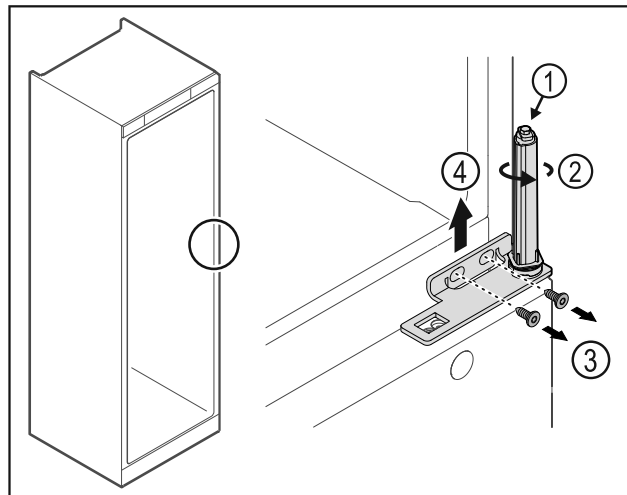

Fig. 34
- ▶ Ne pas désassembler le système de fermeture de la porte Fig. 34 (1).
- ▶ Tourner le système de fermeture Fig. 34 (2) jusqu'à entendre un clic.
- ▶ Desserrer les vis Fig. 34 (3) et retirer l'équerre de charnière Fig. 34 (4) par le haut.